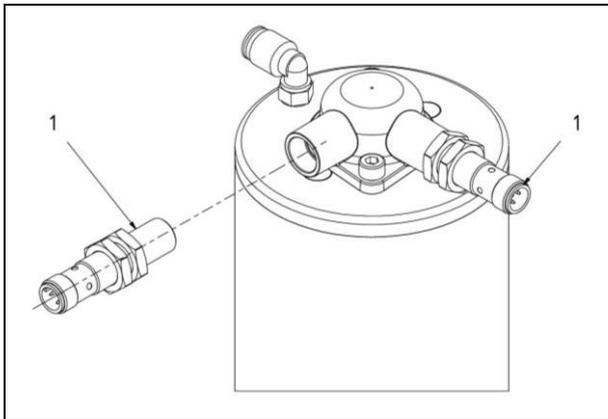

Abb. 6.9: Rückmelder mit M12 Steckverbindung
- Schrauben Sie die Initiatoren in die oben am Antrieb vorgesehenen Gewindebohrungen bis zum Anschlag ein. (siehe Abb. 6.9, Pos. 1)